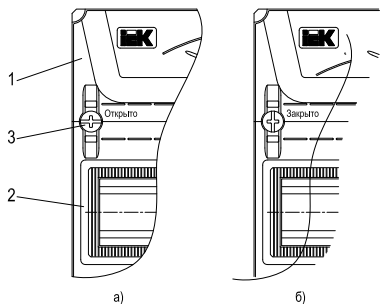

Рисунок 5 – Оперативная панель
со стоек и её можно снять (рисунок 5а). Торцевым гаечным ключом на 10 мм открутить гайки и демонтировать из оболочки монтажную раму.
6.6 Установить оперативную панель. Для этого повернуть крепёжные клипсы таким образом, чтобы шлиц на головке встал перпендикулярно DIN-рейке и надавить на них, при этом панель защелкнется в стойке (рисунок 5б).